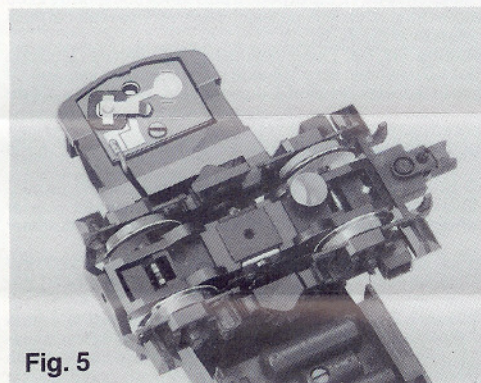

Fig. 5
**Lampenwechsel:** Drehgestell aus Halterung nehmen, Schaltplatine abschrauben, Lampe aus Fassung lösen. Einbau in umgekehrter Reihenfolge (Fig. 5 und 6).
**Changing Bulbs:** Remove the bogie from its seating, unscrew the switch plate, and undo the bulb from its holder. Re-assemble in reverse order (fig. 5 and 6).
**Remplacement des ampoules:** Enlever le bogie de son support, dévisser la plaquette de commande et enlever l'ampoule. Remontage en sens inverse (fig. 5 et 6).
**Het verwisselen van de lampjes:** Draaistel losmaken, schakelplaatjes losschroeven, lampje uit de fitting halen. Inbouw in omgekeerde volgorde (fig. 5 en 6).